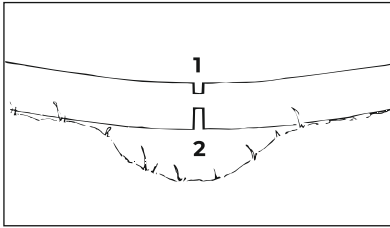
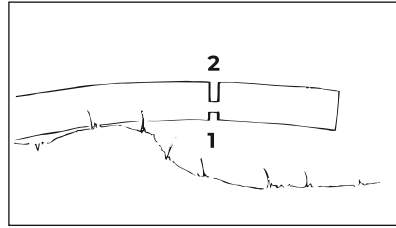

Рис. 10
Рис. 11
Обязательно соблюдать правильную последовательность резов (сначала сторона сжатия (рис. 10 и рис. 11 поз. 1), затем сторона растяжения (рис. 10 и рис. 11 поз. 2)), иначе режущую гарнитуру может заклинить или она отскочит назад: опасность получения травмы!
- Сделать компенсационный подпил со стороны действия сил сжатия(рис.10 и рис.11 поз.1)
- Сделать подпил со стороны действия сил растяжения (рис. 10 и рис. 11 поз. 2).